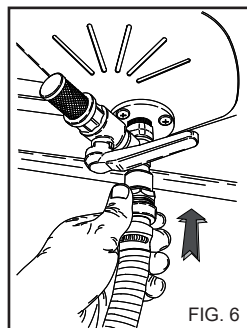

FIG. 6
Raccorder le tuyau d'aspiration du produit inerte au raccord placé à la base de la trémie. (Fig.6).
7) Régler le débit du produit inerte à l'aide du robinet placé à la base de la trémie en fonction du type de nettoyage à effectuer. (Fig. 6).